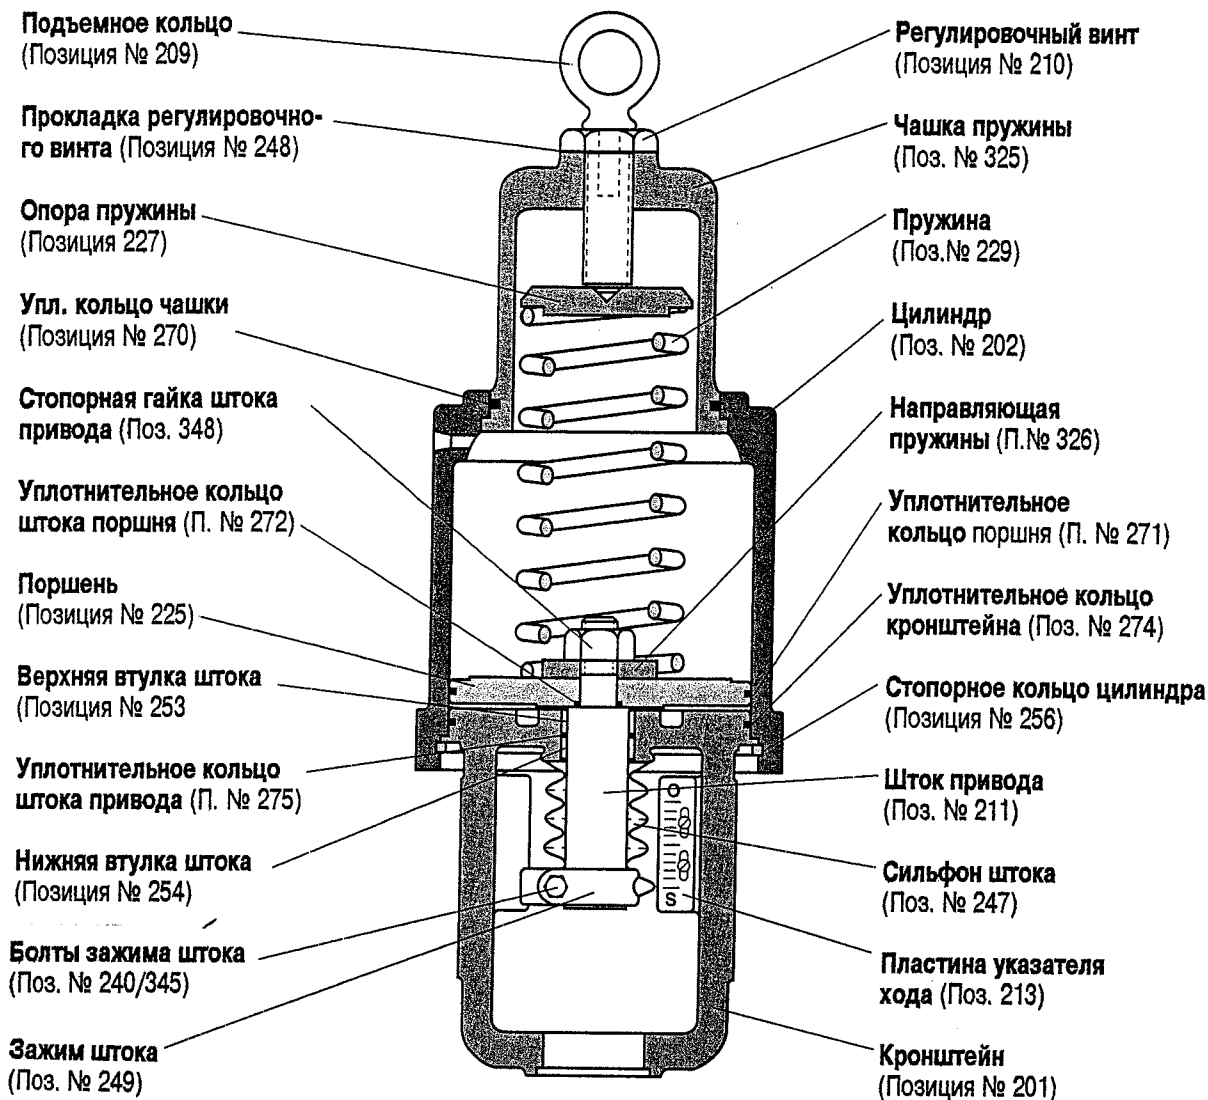

Рис.4: Цилиндр привода с чашкой пружины
6. Для конструкций с усиленными пружинами с использованием чашки пружины (см. Рис. 4), снимите чашку пружины и уплотнительное кольцо чашки с цилиндра.
7. Для конструкций с усиленной пружиной с использованием чашек пружины замените уплотнительное кольцо чашки и установите чашку пружины в цилиндр (см. Рис. 4).